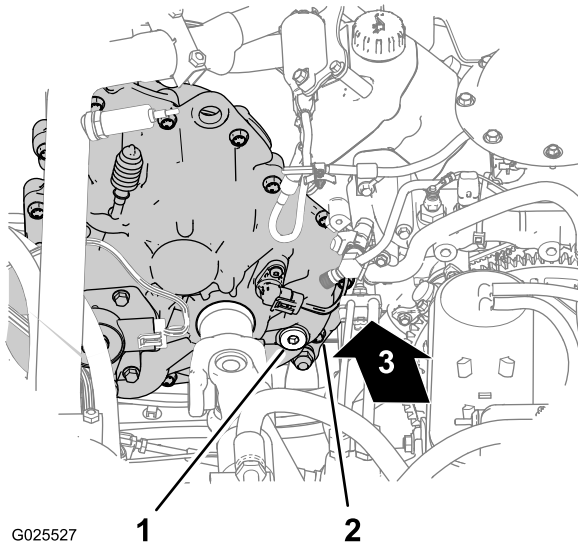
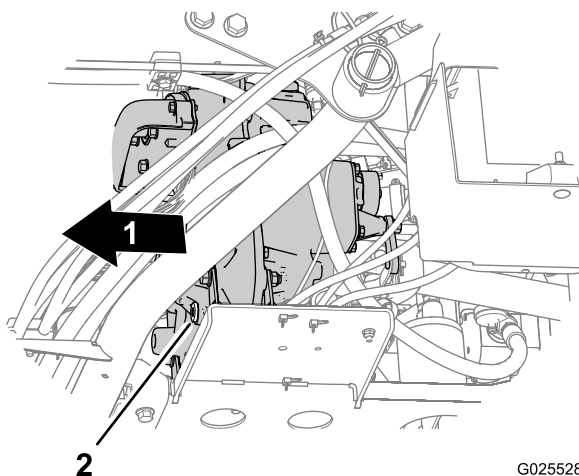

Bild 58
Bild 59
- Ermitteln Sie die Füllschraube hinten im Innern des Getriebegehäuses und die Füllschraube vorne außen am Getriebe (Bild 58 und Bild 59).
- Entfernen Sie die Füllschraube vom Füllanschluss; drehen Sie sie nach links und nehmen sie vom Getriebe ab (Bild 58).
- Stellen Sie eine Auffangwanne unter die Ablassschraube (Bild 59).
- Entfernen Sie die Füllschraube vom Füllanschluss; drehen Sie sie nach links und nehmen sie vom Getriebe ab (Bild 59).
- Setzen Sie die Ablassschraube ein (Bild 59).
- Füllen Sie 700 ml der Getriebeflüssigkeitssorte Dexron VI durch den Füllanschluss in das Getriebe (Bild 58).
- Setzen Sie die Füllschraube wieder ein (Bild 58).